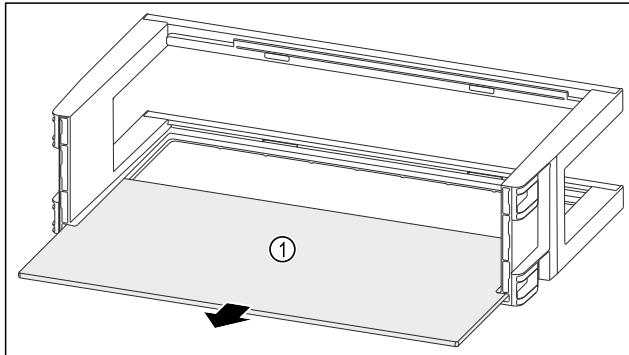

Fig. 120
- ▶ Свалете рафта Fig. 120 (1).